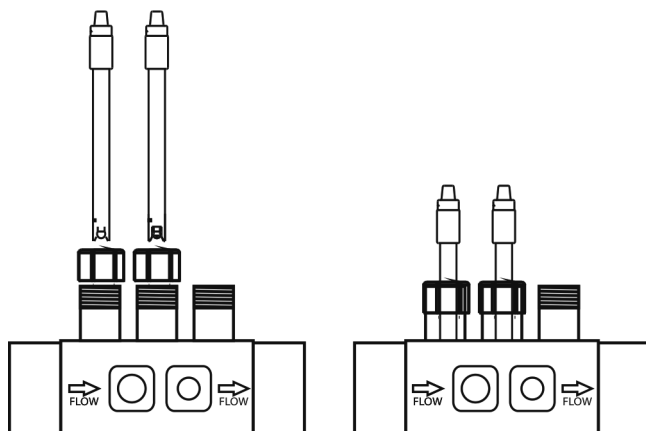

Fig. 12
1. Insertar los sensores de pH y ORP suministradas con el equipo en los correspondientes alojamientos del portasondas. (Fig. 12)